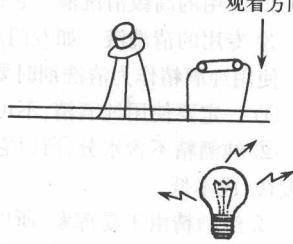

图 1-2 灯光运用示意图
(10) 整形锉 整形锉用来锉削一些金属制零部件或用来除锈等。
(11) 灯具 灯具用来照明。修理中,在检查机壳底部的元器件时,可以使用灯具照明,以方便检修。另外,在进行电路观察时也要用到灯具,将灯具的光照在电路板的铜箔线路一面,在装有元器件的一面可以清楚地看出铜箔线路的走向,可以看出铜箔线路与哪些元器件相连,如图 1-2 所示。